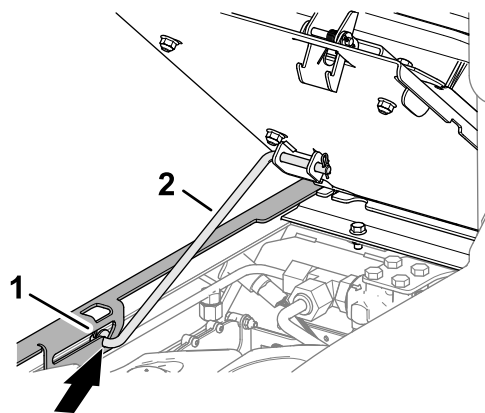

Figure 97
3. Veillez à engager la béquille du siège avant dans le cran de la fente de blocage du support (Figure 97).